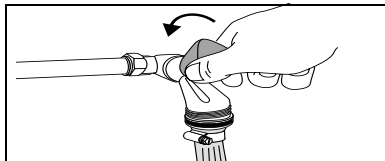

Fig. 15 Åbning af vandhanen og påfyldning af varmeanlægget
- Åbn forsigtigt vandhanen, og fyld langsomt varmeanlægget (fig. 15).